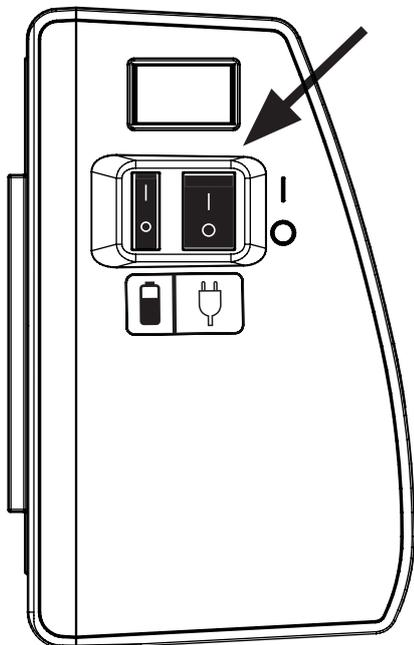

Fig. 16 Accensione SCU
- ❖ Accendere la SCU usando l'interruttore di alimentazione più grande sul lato (vedere Fig. 16).